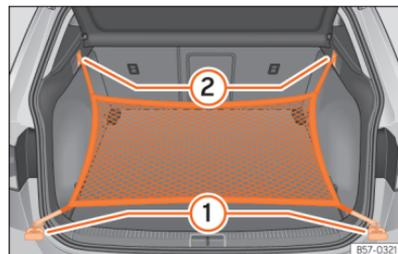

Abb. 174 Im Gepäckraum: Ösen ① und Haken ② zum Einhängen des Gepäckraumnetzes.
Hängen Sie die kurzen Haken des Netzes in die Verzurrösen ein »» (Abb. 174) ① »» ⚠. Der Reißverschluss des Gepäckraumnetzes muss dabei nach oben zeigen.